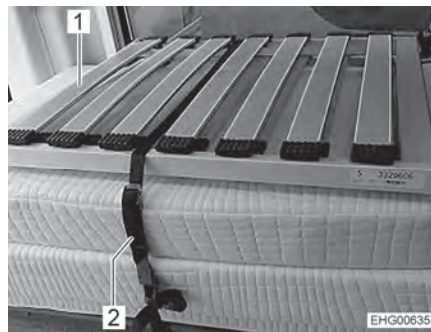

Bild 39 Heckbett (Transportstellung)
- Sicherungsgurt (Bild 39,2) lösen.
- Bettroste (Bild 39,1) hintereinander über dem Mittelgang ablegen (auf den Leisten am Unterschrank).
- Die Polster und Bettroste wie in Bild 39 dargestellt auf dem linken Unterschrank stapeln.
- Die Polster und Bettroste mit Sicherungsgurt (Bild 39,2) sichern. Dazu den Sicherungsgurt durch die vorgesehenen Ösen ziehen und in einer Schlaufe um die Polster und Bettroste legen.